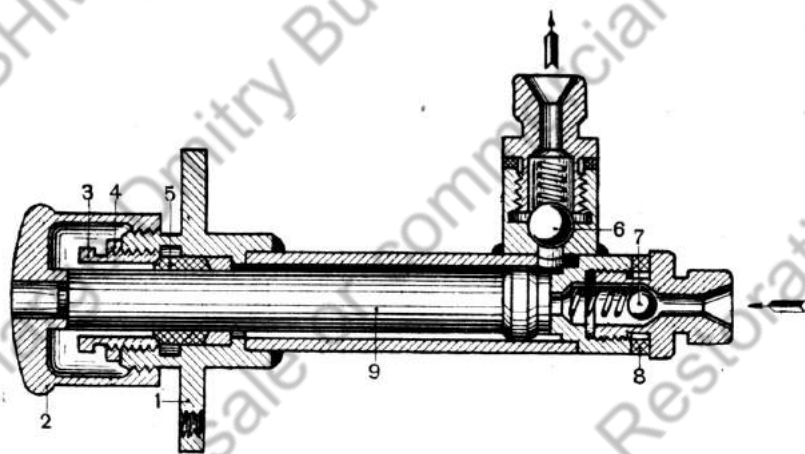

Рис. 102. Впрыскивающий насос:
- ручной впрыскивающий насос (рис. 102) подающий топливо к форсункам;
Насос состоит из корпуса 1 (рис. 102), плунжера 9 и двух шариковых клапанов 6 и 7. На одном конце плунжера установлена круглая рукоятка 2, навёртываемая по окончании пользования насосом на фланец корпуса. Другим концом плунжер закрывает всасывающее отверстие насоса. Во избежание просачивания топлива в плунжере имеется уплотнение, состоящее из сальника 5, нажимной гайки 3 и контргайки 4.